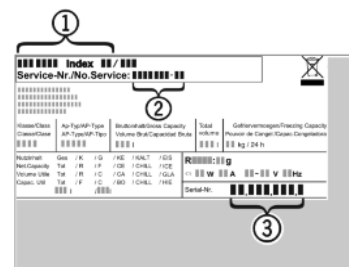

Fig. 14
- Očitajte naziv uređaja *Fig. 14 (1)*, servisni broj *Fig. 14 (2)* i serijski broj *Fig. 14 (3)* s tipske pločice. Tipska pločica nalazi se na lijevoj unutarnjoj strani uređaja.
- Obavijestite službu za kupce i javite im kvar, naziv uređaja *Fig. 14 (1)*, servisni broj *Fig. 14 (2)* i serijski broj *Fig. 14 (3)*.